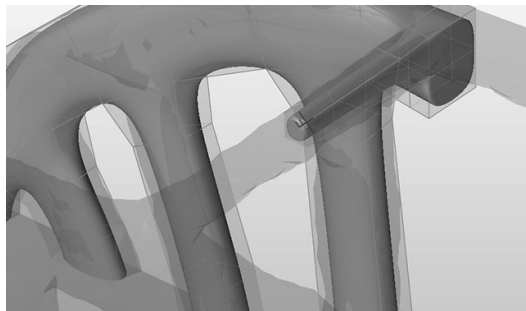

图 15-28
- 5) 箱体面现已对齐，可以正确地进行镜像，如图 15-28 所示。